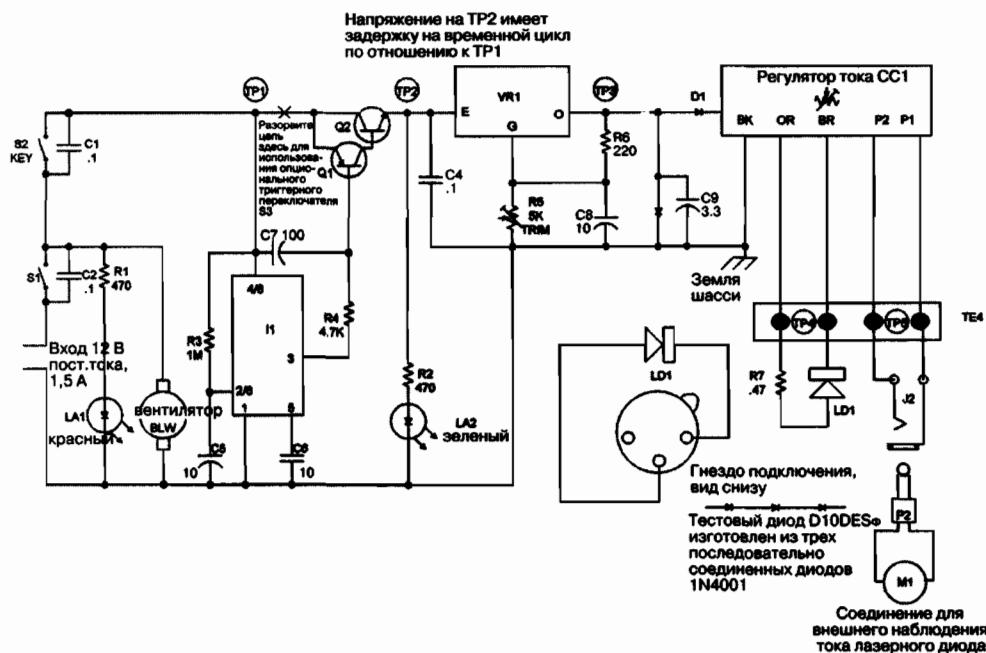

Рис. 9.2. Принципиальная схема диодного лазера
в лабораторных условиях. Мы предлагаем нестандартный тип переключателей, которые при определенных условиях могут вызвать временные повреждения. Входное питание включается тумблером S1, который сразу включает вентилятор BLW1 и индикаторный светодиод LA1. Запуск самого лазера осуществляется кнопочным переключателем S2, который запускает таймер T1 с необходимой задержкой, требуемой для лазеров класса IV. Выходной сигнал таймера включает с задержкой переключательную схему на транзисторах Q1 и Q2 посредством медленного заряда стартового конденсатора C7 при включении, как показано на рис. 9.2.
Цоколевка стабилизатора напряжения VR1 (см. рис. 9.2), вид снизу со стороны выводов
1. Соберите тестовый диод из трех последовательно соединенных полупроводниковых диодов типа 1N4001 для моделирования лазерного диода (см. рис. 9.2).